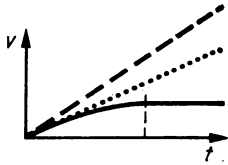

Bild 120
4. Bild 120; ohne Reibung: $v = at$ (gestrichelte Kurve); bei konstanter Reibungskraft: $v = a't$ (punktierte Kurve); Reibungskraft wächst mit Geschwindigkeit, folglich wird Beschleunigung kleiner (gekrümmte Kurventeil); Antriebskraft = Reibungskraft, folglich $a = 0$ (Kurventeil parallel zur Zeitachse)